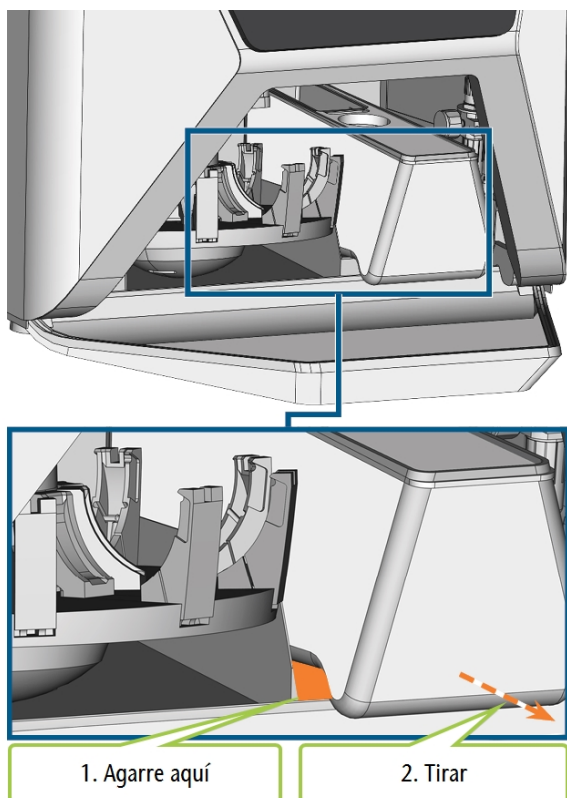

FIG. 35 – RETIRAR EL DEPÓSITO DE LÍQUIDO REFRIGERANTE DEL COMPARTIMENTO COMBINADO
5. Extraiga el depósito de líquido refrigerante del compartimento en la dirección indicada por la flecha (↗ Fig. 35 – abajo).